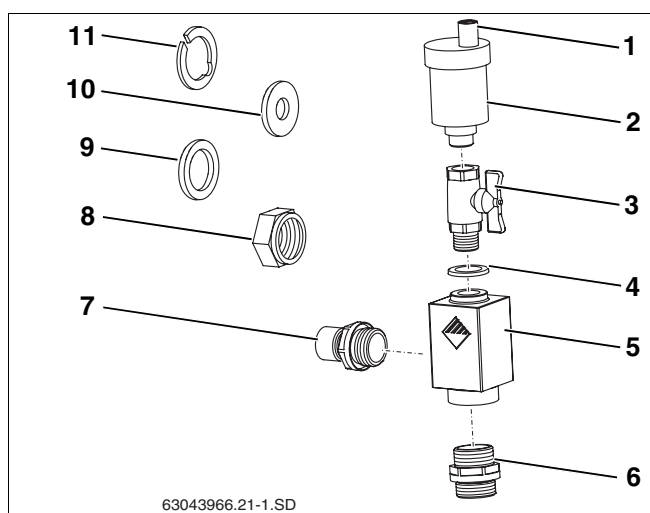

Fig. 55 Kit universale per disaeratori
Aperto la vite di chiusura viene disaerato l'impianto solare. Affinché non possa penetrare umidità nell'impianto solare attraverso la vite di chiusura aperta, durante il funzionamento il cappuccio di protezione (fig. 55, **pos. 1**) deve essere sempre posto sopra la vite di chiusura.
Volume di fornitura del kit universale per disaeratori (fig. 55):